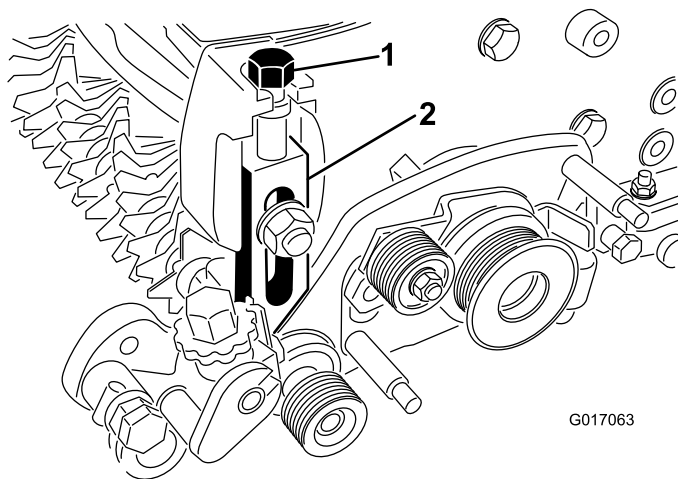

図 10
22. 左側アジャスターム・アセンブリをカッティングユニットのサイドプレートに挿入する既存のプラウボルト、ナットと新しいワッシャを使用する。刈高アーム・アセンブリのロッドの端部がグルーマ駆動アセンブリの穴についているブッシュに入っていることを確認する 図 10。
25. 右側アジャスターム・アセンブリの上部に、刈高調整ねじを取り付ける 図 10。
27. 右側アジャスターム・アセンブリをカッティングユニットのサイドプレートに挿入する既存のプラウボルト、ナットと新しいワッシャを使用する 図 10。